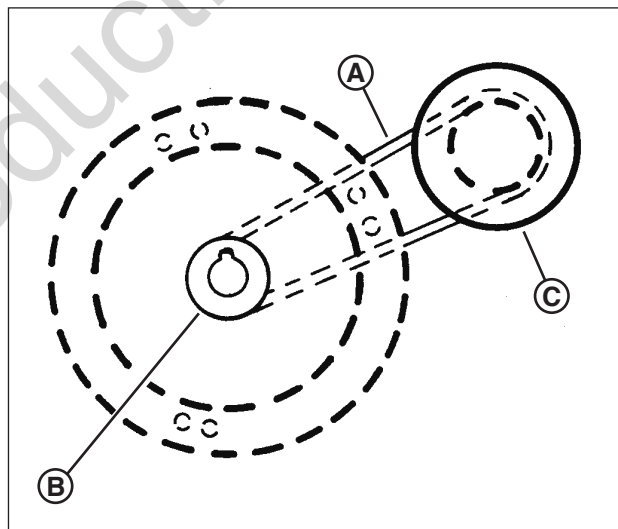

Figure 32: Parcours de la courroie d'entraînement du moteur
Sur les modèles autopropulsés, la courroie moteur (**A**, **Figure 32**) transmet la puissance de la poulie du moteur (**B**) au disque d'entraînement (**C**). Le disque d'entraînement alimente la courroie en V laquelle engage la transmission qui alimente les roues arrière. Si ces courroies s'usent, elles peuvent glisser et affecter la performance de la tondeuse. L'état de la courroie moteur ainsi que la courroie en V doit être vérifié toutes les 25 heures d'utilisation de la tondeuse.
2. Remarquez le parcours de la courroie (**Figure 32**). Il n'y a pas de galet tendeur sur ces modèles.